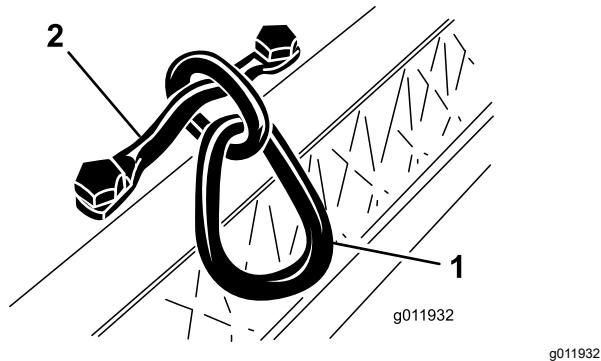

Figure 7
- Serrez les vis à un couple de 34 à 40 N·m (Figure 7).